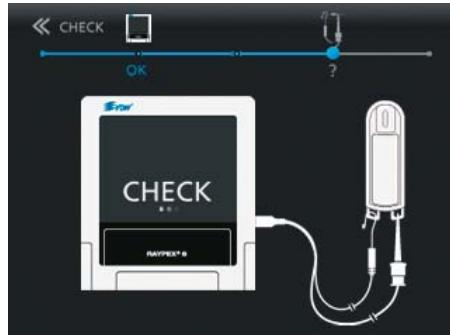

Fig. 33 Ansluta fil- och läppclipset i testkontakten
- Anslut filclipset och läppclipset (eller ett andra filclips) till kontaktbygeln på testkontakten enligt anvisningarna på displayen (fig. 33).